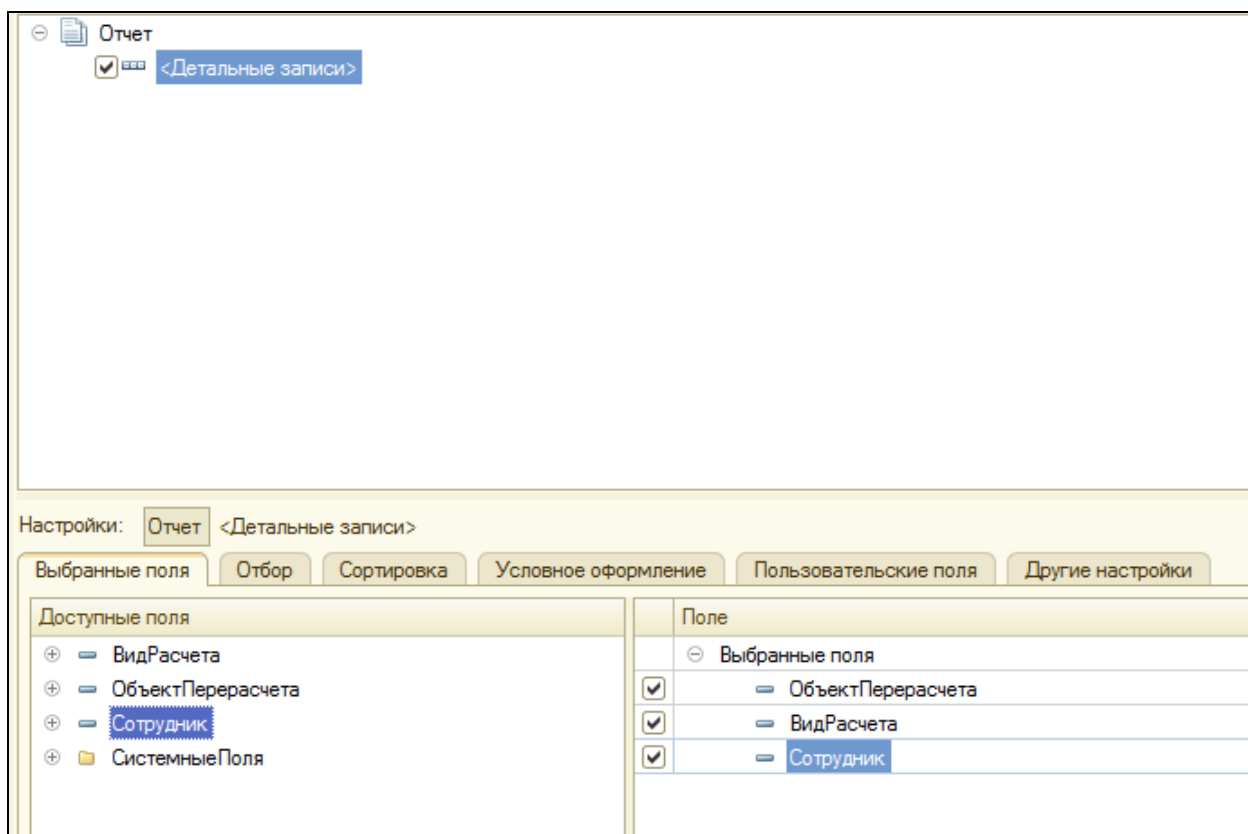

Рисунок 8.12 Выбранные для отчета поля
5. На закладке Выбранные поля выбрать поля для вывода (рис. 8.12).